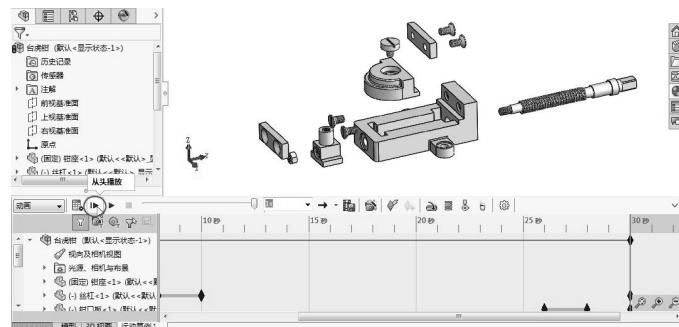

图 8-46 播放爆炸动画
- 06 在 MotionManager 工具条中单击【从头播放】按钮，播放爆炸动画，如图 8-46 所示。